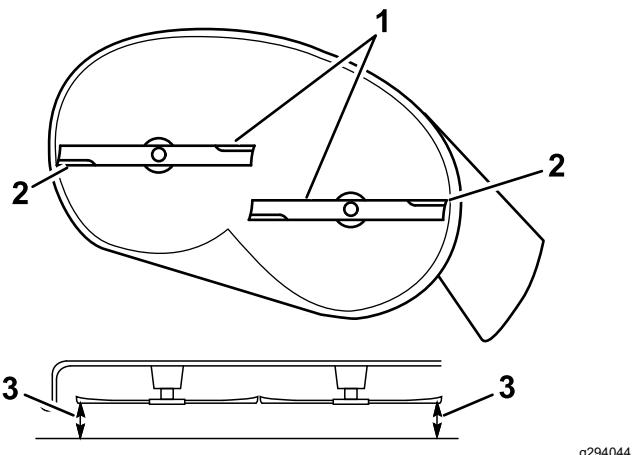

Figura 59
5. Mida entre los bordes de corte exteriores y la superficie plana (Figura 59).